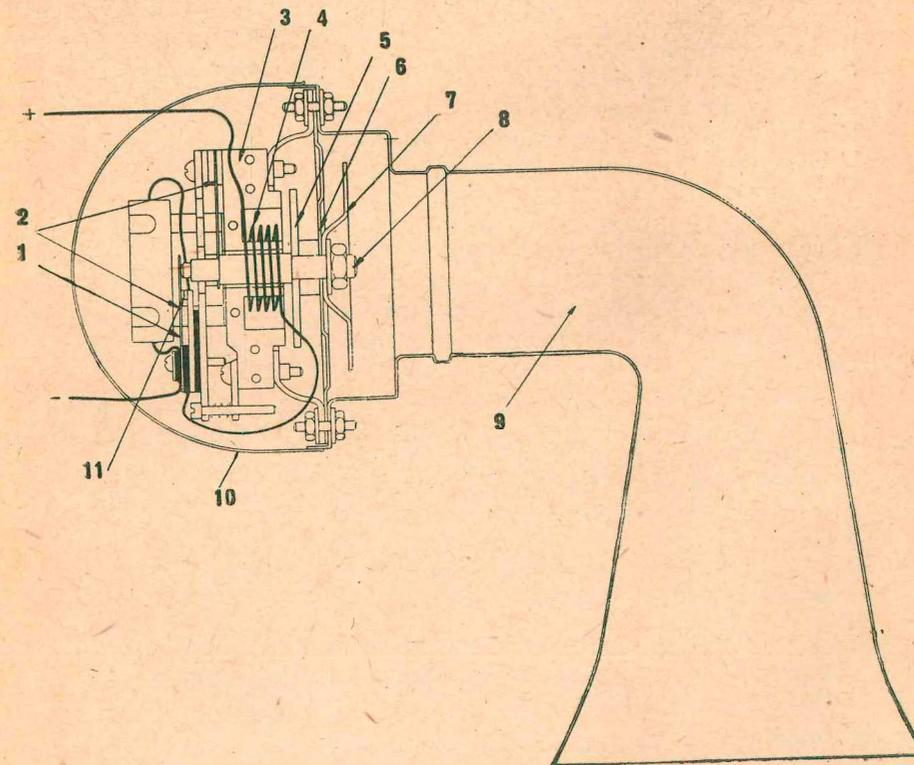

Рис. 40. Схема сигнала Босш.
Гудок состоит из (рис. 40): электромагнита (3), якоря (5), мембраны (6), вибрационного диска (резонаторного) (7), прерывателя (11), конденсатора (1) и рупора (9).